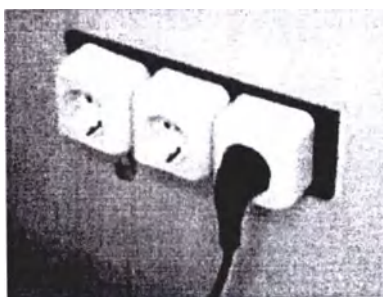

Рисунок 51
3.2.4 Если для питания инкубатора используется блок внешнего питания, то подключить сетевой кабель блока к сети ~ 220 В 50 Гц (рисунок 51). Если для питания инкубатора используется бортовое напряжение 12 В, то необходимо подключить кабель бортового питания к сети 12 В транспортного средства.